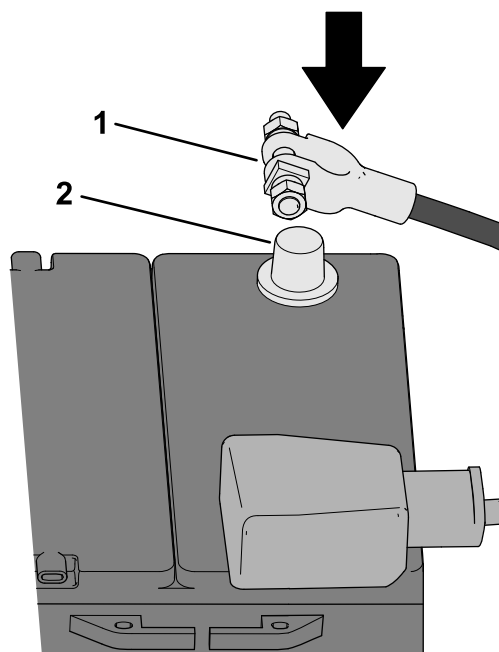

Bild 7
3. Schließen Sie das Minuskabel (-) der Batterie am Batteriepol an (Bild 7).